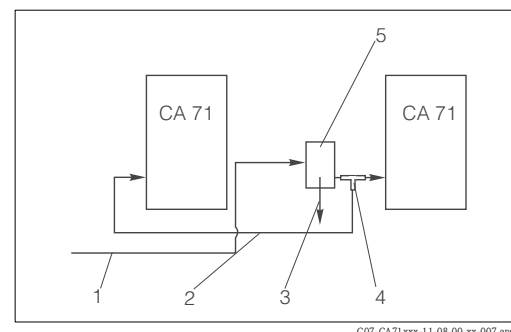

Fig. 11 : Exemple de montage
- Les analyseurs doivent être installés le plus près possible l'un de l'autre : la conduite d'échantillonnage entre la pièce en T et le deuxième analyseur (fig. 11, pos. 2) est inférieure à 1,5 m